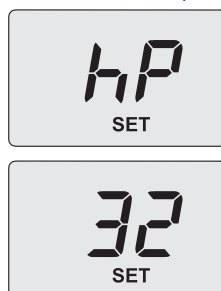

Рис. 9.10
- Нажмите кнопку 13 или 14: на дисплее буквы **hP** будут загораться поочередно с минимальной температурой воды в системе отопления (например, **32**) и появится надпись **SET**, которая обозначает включение функции «трубочист» в режиме минимальной мощности отопления (Рис. 9.10).